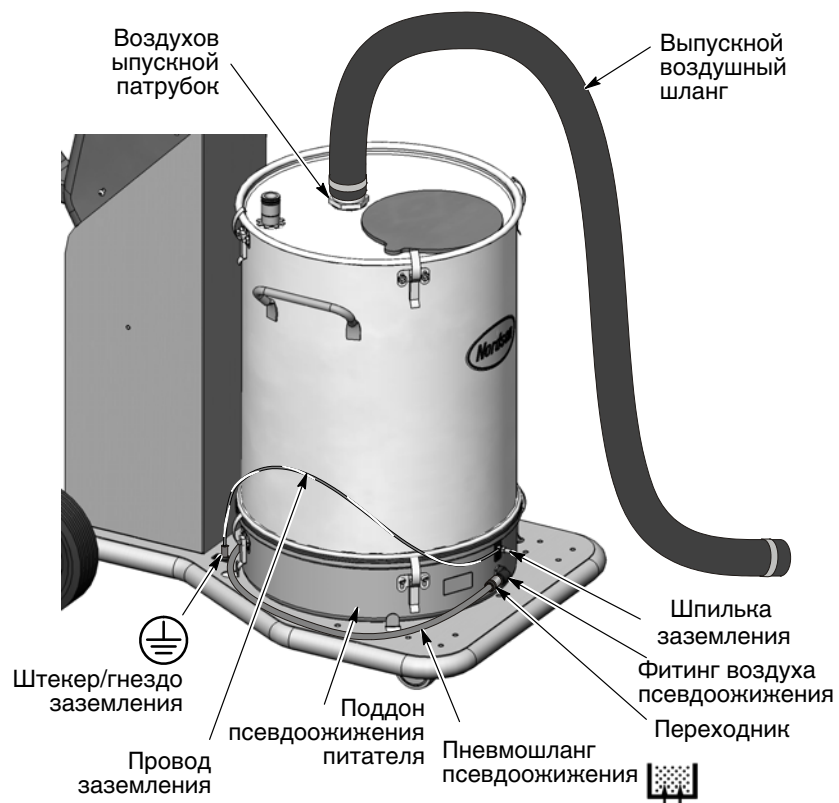

Рис. 3-7 Установка питателя на тележке передвижной системы
1. См. рис. 3-7. Освободить застёжки крышки питателя, снять выпускной воздушный шланг и его хомуты.
Присоединить воздуховыпускной шланг из комплекта поставки питателя к крышке питателя, как показано на рис. 3-7. Проложить воздуховыпускной шланг к выпускному ниппелю камеры или модуля коллектора.